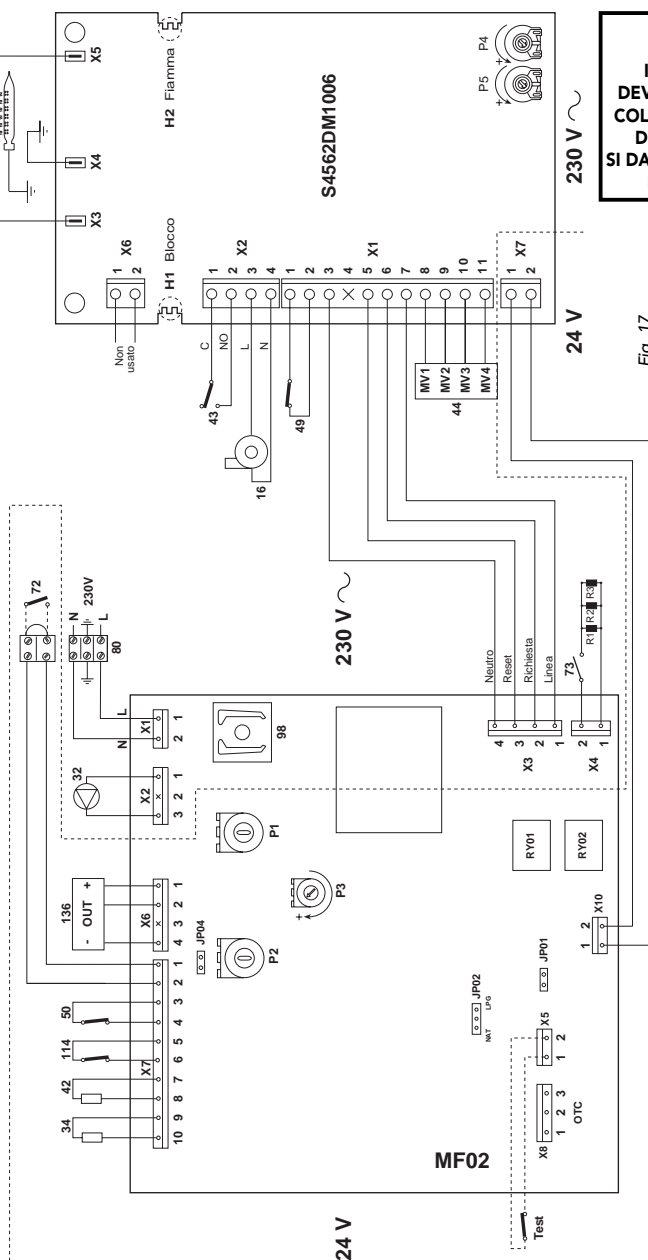

Fig. 17
### 3.16 Installazione dell'eventuale termostato ambiente (72) (fig. 17)